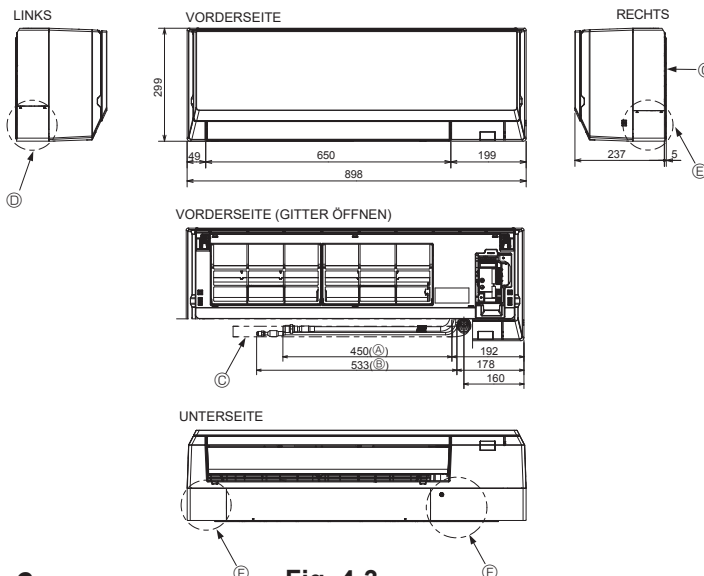

Fig. 4-3
4.3. Anordnung der Kältemittel- und Abbläurohrleitungen (Fig. 4-3)
- (A) Gasrohr * Verweist auf den Zustand mit angeschlossenem Zubehör.
- (B) Flüssigkeitsrohr
- (C) Ablaufschlauch (Effektive Länge: 500)
- (D) Ausschlagöffnung für linke Rohrleitung
- (E) Ausschlagöffnung für rechte Rohrleitung
- (F) Ausschlagöffnung für untere Rohrleitung
- (G) Montageplatte (1)